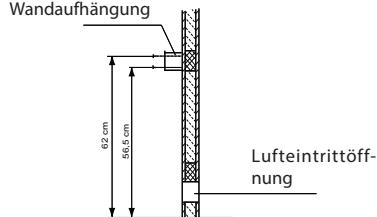

Abb. 2
1. Wandhalterung gemäß Abb. 2 + 3 mittig über der Lufteintrittsstellung mit den beigefügten Spanplattenschrauben an der Kabinenwand festschrauben.